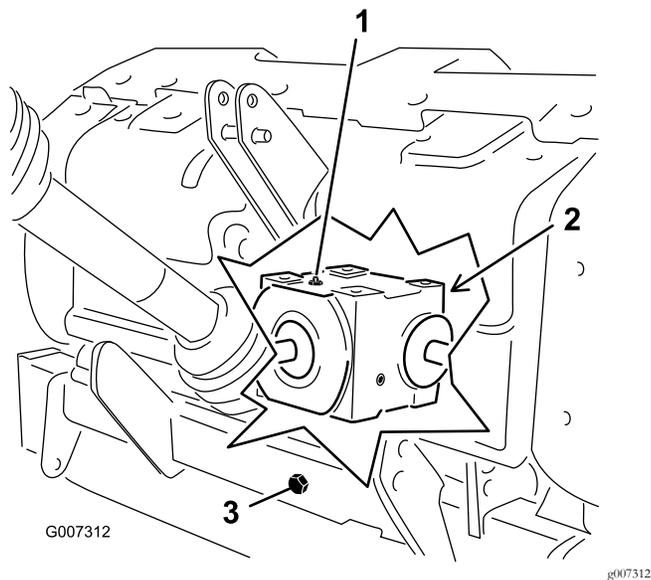

Рисунок 31
2. Выверните пробку контрольного отверстия коробки передач (Рисунок 31).
3. Проследите за тем, чтобы уровень масла в коробке передач доходил до низа контрольного отверстия (Рисунок 31).
1. Во избежание загрязнений произведите очистку пробок заливного и сливного отверстий (Рисунок 31).